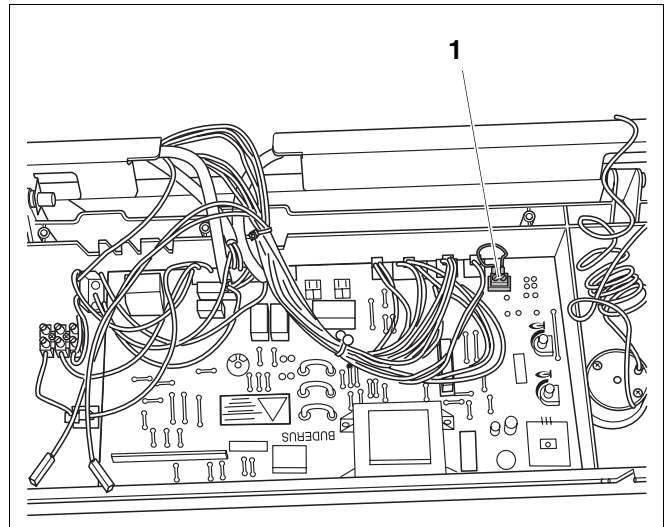

Fig. 31 Essayer le régulateur de température ambiante
- Réaliser un pontage entre les raccords (**Con 3**) (fig. 31, pos. 1).